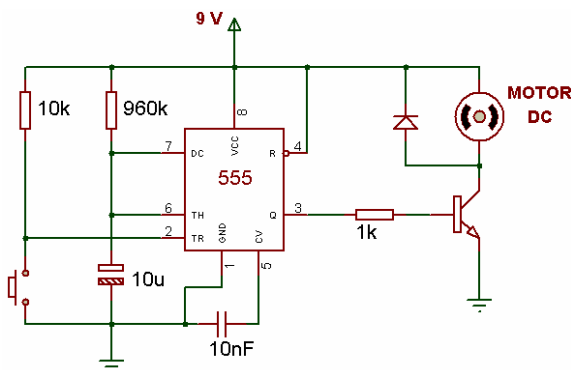

FIGURA 12 – Operação do 555 no modo monoestável para acionamento de um motor DC.
A Figura 12 apresenta um circuito que irá acionar um determinado motor de corrente contínua (DC) por um período de tempo de aproximadamente 10s quando um botão for pressionado.
No circuito da Figura 12, quando o botão é pressionado, a entrada de disparo vai a 0 V , ocasionando o acionamento da temporização. Presume-se que o botão seja pressionado e solto em um tempo inferior ao do acionamento do motor. Na prática, o acionamento do botão é rápido. Caso o botão permaneça pressionado por um tempo maior